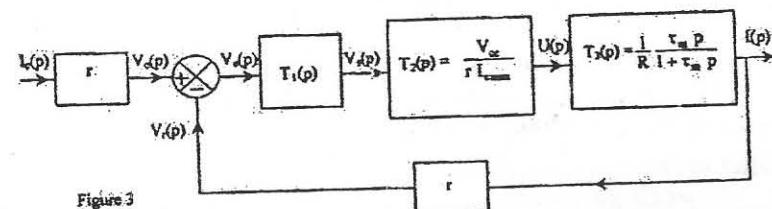

Figure 3
2.1.2. Quelle valeur doit-on donner à la constante  $\tau_1 = R_1 C_1$  du correcteur si l'on veut que le schéma fonctionnel de la figure 5, équivalent à celui de la figure 3, se réduise à celui de la figure 6 où K est une constante que l'on calculera en fonction de  $V_{cc}$ , R et  $I_{max}$ . Compléter la figure 6.
représentée figure 3 un échelon de consigne  $I_c(t)$  de 5,76 Ampères alors que la vitesse angulaire initiale  $\Omega(0)$  est nulle. En utilisant la relation fondamentale de la dynamique pour les solides en rotation autour d'un axe, calculer  $\Omega(t)$